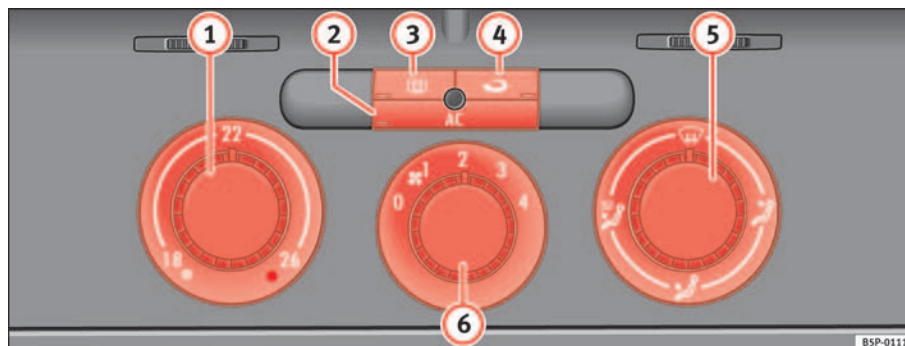

Fig. 125 Comandos do Climatic no painel de instrumentos
- Rodar o regulador da temperatura ⇒ fig. 125 ① para a direita, até ser atingida a potência calorífica pretendida.